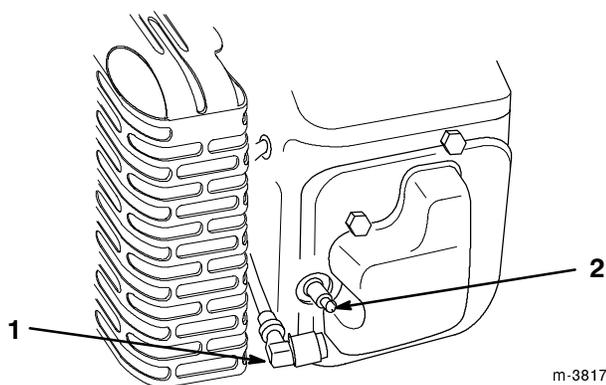

Figure 29
2. Débrancher le(s) fil(s) de la/des bougies (Fig. 29). Nettoyer tout autour des bougies pour éviter que des saletés ne tombent dans le moteur et ne l'endommagent.
3. Reconnecter les fils des bougies (Fig. 29).